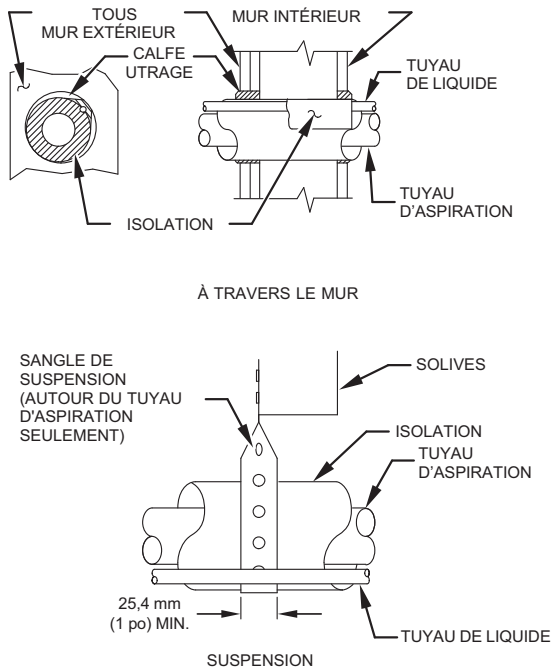

Fig. 1 – Installation de la tuyauterie
6. Lorsque vous acheminez les tuyaux de frigorigène à travers le mur, scellez l'ouverture au moyen d'une vulcanisation à température ambiante ou de tout composé de calfeutrage souple à base de silicone. (Consultez la Fig. 1.)
8. Ne suspendez pas les conduites de frigorigène aux solives aux poutres au moyen de fils rigides ou de sangles en contact direct avec les conduites (consultez la Fig. 1).
10. Utilisez au besoin des courroies de suspension larges de 25 mm (1 po) et épousant la forme de l'isolant des conduites. (Consultez la Fig. 1.)